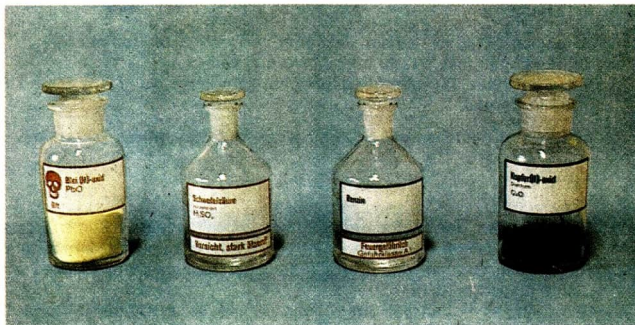

Abb. 5 Beschriftung von Chemikalienflaschen
Viele Chemikalien sind giftige, brennbare oder ätzende Stoffe. Sie können die Haut oder die Kleidung schädigen. Alle Chemikalien sind vorsichtig zu handhaben. Auf Gefahren weisen spezielle Etiketten hin (Abb. 5) ② Chemikalien dürfen niemals in Gefäße gefüllt werden, die auch zur Aufbewahrung von Lebensmitteln dienen (z. B. Marmeladegläser, Milchflaschen). ③